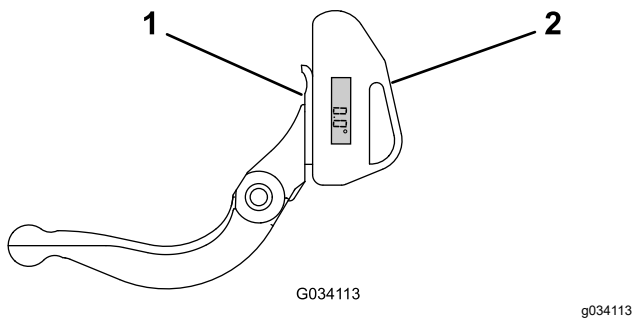

図 30
1. 図 30に示すように、ベッドナイフの底部に傾斜計をセットする。